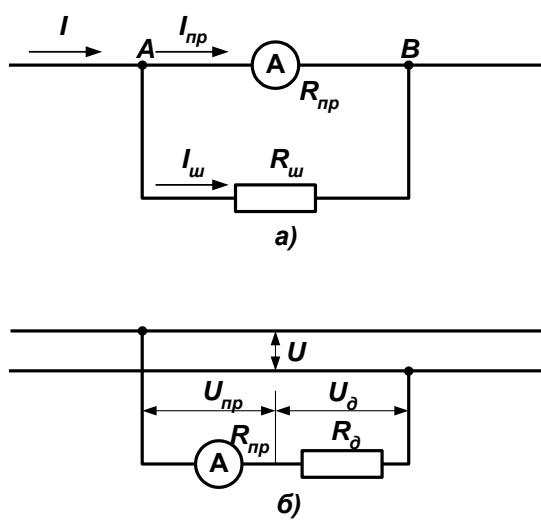

Рис.2.2.
Для амперметра таким элементом служит *шунт* (ответвление) – резистор, включаемый параллельно измерительному механизму, чтобы «избыточный» ток проходил мимо прибора (см. рис. 2.2а).
*сопротивление* (рис. 2.2б), которое подбирается таким образом, чтобы напряжение на приборе не превышало  $U_{\max}$ , а «избыточное» напряжение, равное  $U_{\text{нов}} - U_{\max}$ , гасилось добавочным сопротивлением. Поскольку эти напряжения пропорциональны соответствующим сопротивлениям, то обозначив  $U_{\text{нов}} / U_{\max}$  как  $n$ , получим  $R_{\text{доб}} = R_{np} (n - 1)$ .